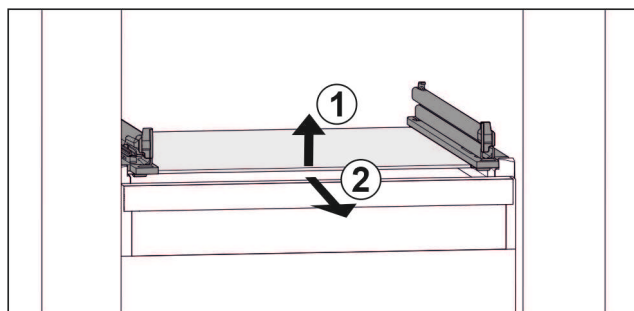

Fig. 52 Приблизне відображення скляної пластини
- Підняти скляну пластину спереду. Fig. 52 (1)
- Вийняти скляну пластину рухом вперед. Fig. 52 (2)